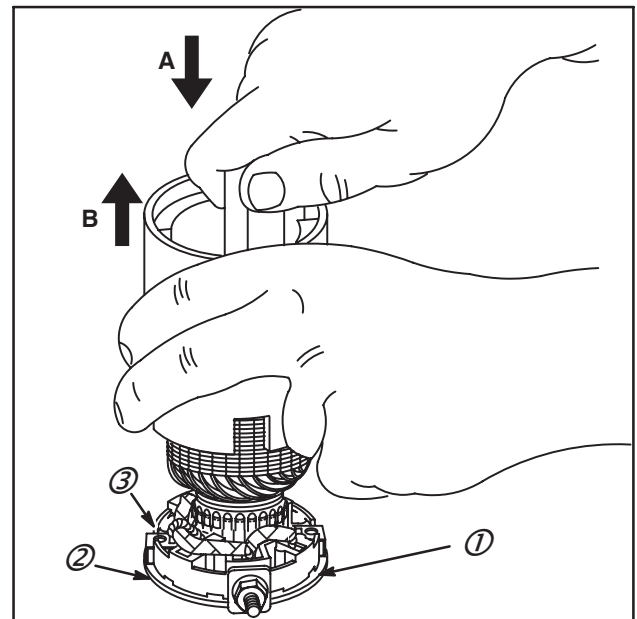

Fig. 68
4. Maintenir le rotor "A" et le porte-balais (2) contre le plan de travail (1) pendant le démontage (B). Le rotor reste ainsi dans la coiffe porte-balais, ce qui permet un contrôle de la portée des balais (3) sur le collecteur, Fig. 68.